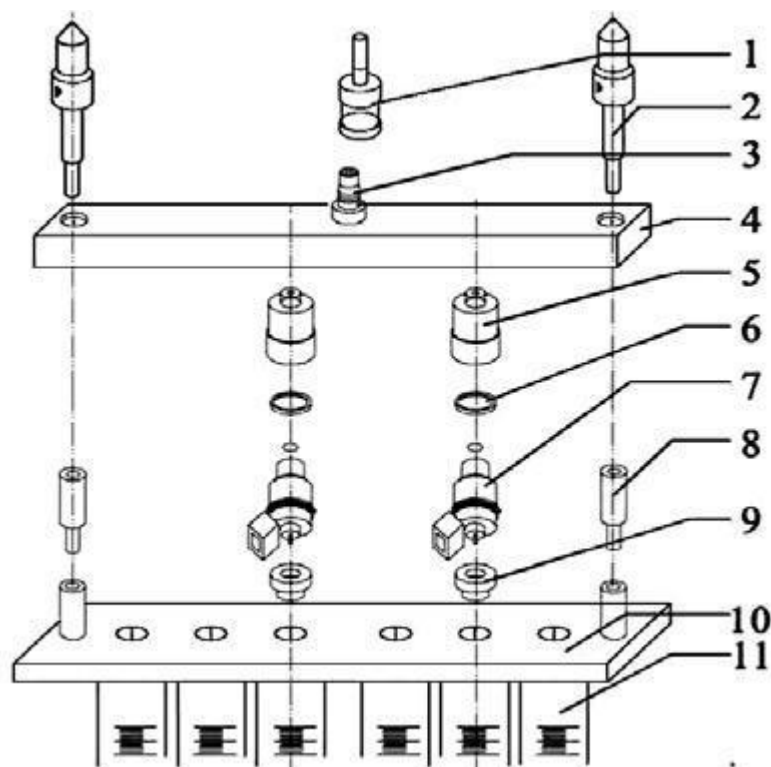

Рис. 2.3 Схема установки держателя для промывки противотоком
5. Установите топливную рампу вместе с цилиндрами на панель (16), и зафиксируйте их с помощью винтов (2). См. рис. 2.3. 6. Соедините топливную рампу с топливопроводным шлангом с помощью разъема (1).
6. Установка инжектора для обратной промывки (противотоком) (рис. 2.3)